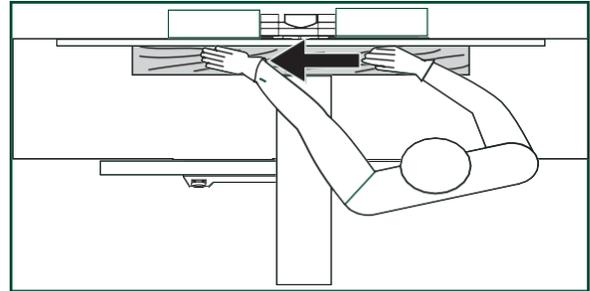

FIG. 33
- Lors de l'articulation, la direction d'alimentation de la pièce est de droite à gauche au-dessus de la tête de coupe. FIG. 33.
1. Supposons la bonne position de fonctionnement : tenez-vous sur le côté de la table d'alimentation avec les pieds écartés pour assurer la stabilité tout au long du processus de coupe. FIG. 33.